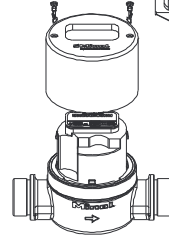

Abb. 8
- 2.14. Zählwerk in Ableseposition drehen. Kappe zum Plombieren über das Zählwerk schieben. Die Kunststoffplomben (Demontageschutz) mit dem Widerhaken nach innen in die Plombenlöcher der Kappe stecken und einrasten (Abb. 8).